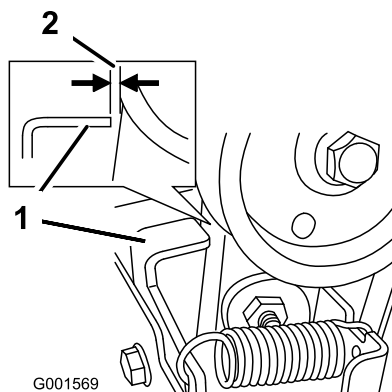

Bild 40
3. Kuppeln Sie den Schnecken-/Gebläseradhebel aus und stellen Sie sicher, dass der Abstand zwischen der Schneckenkupplung und der Lasche 1,5 mm beträgt (Bild 40).